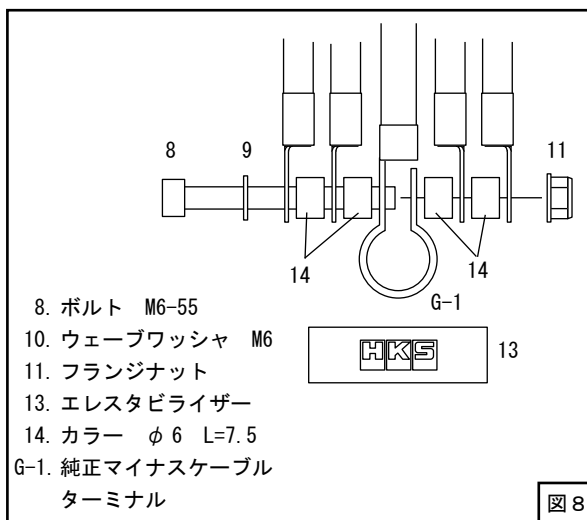

図 8
(8) 純正のマイナスケーブルターミナルにキットパーツを用いてワイヤー、エラストビライザーを取付けてください。(図8)